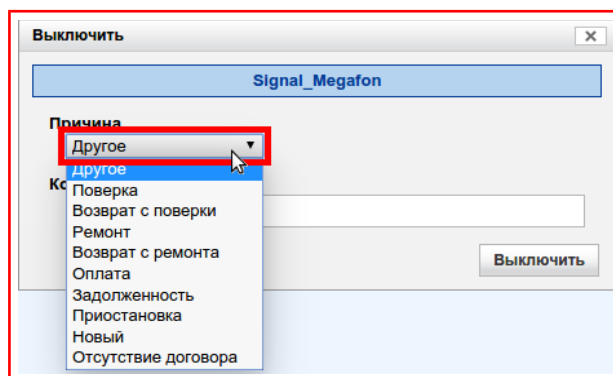

Рисунок 9.31 — Кнопка-меню «Причина»
3.1) Нажать на кнопку-меню под текстом **«Причина»**, рисунок 9.31;